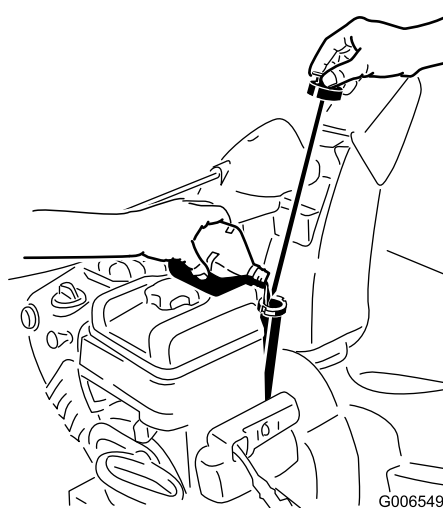

Figura41
2. Scoateți joja de ulei și verificați nivelul uleiului (Figura41). Dacă nivelul de ulei este sub marcajul Add (Adaugă) de pe jojă, adăugați ulei. Consultați Umplerea motorului cu ulei.